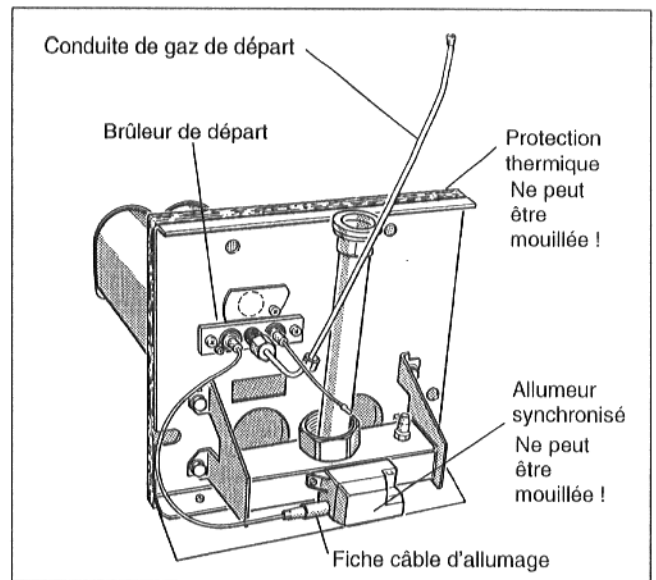

Fig. 45 Brûleur à gaz
- Retirer la fiche du câble d'allumage (Fig. 45).
- Détacher la conduite de gaz de départ du brûleur de départ (Fig. 45).
- Dévisser les deux vis du brûleur de départ et le retirer précautionneusement (Fig. 45).
- Plonger les barres du brûleur dans l'eau additionnée de produit nettoyant et les brosser. Veiller à ne pas mouiller la protection thermique du bouclier du brûleur et l'allumeur synchronisé! Dévisser éventuellement ce dernier (Fig. 45).